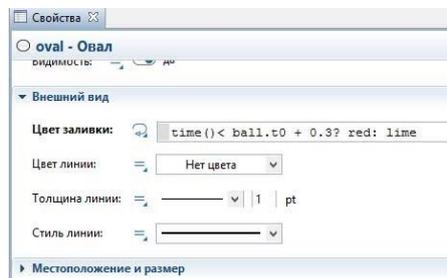

Рис. 14. Свойство мяча
**Внешний вид** и в поле **Цвет заливки** ввести `time() < ball.t0 + 0.3? red:lime`. Это условное выражение устанавливает красный цвет заливки изображения мяча ball на 0,3 с после каждого отскока (рис. 14).